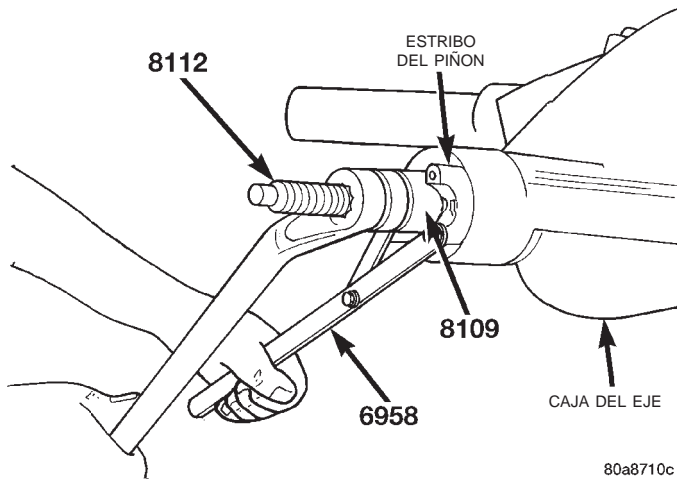

Fig. 57 Instalación del estribo del piñón
(11) Instale el estribo con el tornillo 8112, la cubeta 8109 y la herramienta de sujeción 6958 (Fig. 57).